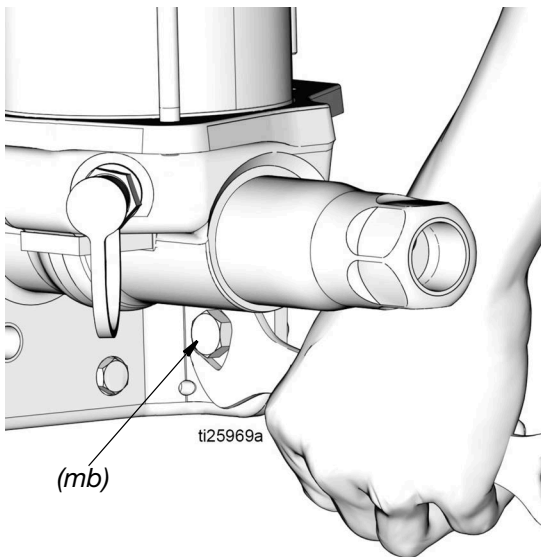

FIG. 10
5. Desmonte los pernos de montaje (*mb*) (Fig. 10) y saque la bomba de su posición de servicio.